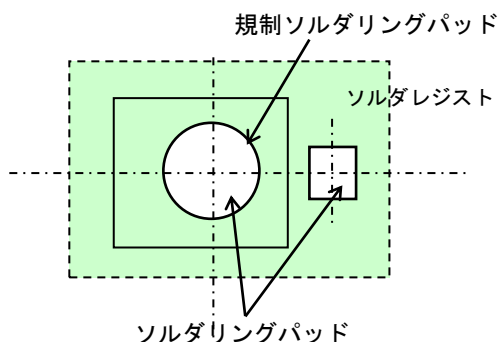

図6 ソルダリングパッド及びソルダレジストパターン（例）
- 図6のような既存ソルダリングパッドが、推奨パッド寸法より大きい場合は、半田付け時の部品ズレ防止、半田吸われ、電気的絶縁、及び防湿のためソルダレジストなどにより推奨サイズの保護膜を形成してください。